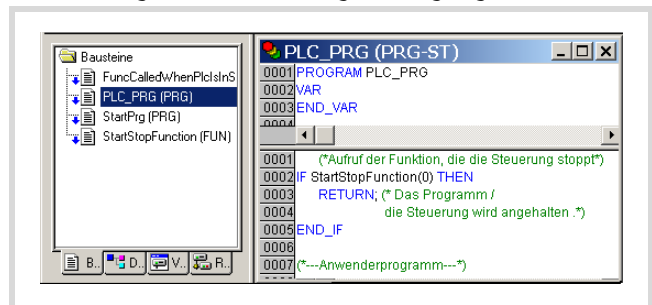

Abbildung 111: Abfrage START/STOP
- ▶ Geben Sie das Programm für PLC_PRG nach Abbildung 111 ein. Es ist wichtig, dass das Anwenderprogramm bzw. die Aufrufe der POU's gemäß der Abbildung 111 eingefügt werden.